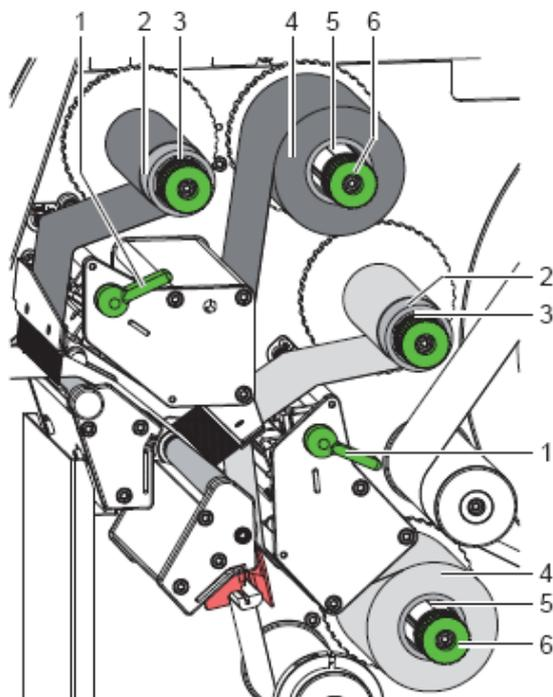

図 14 インクリボンの装着
6. 図 14 に示されるとおりにリボンを印刷ユニットに通す。破線は、インク面を外側にしたリボンの経路を示す。